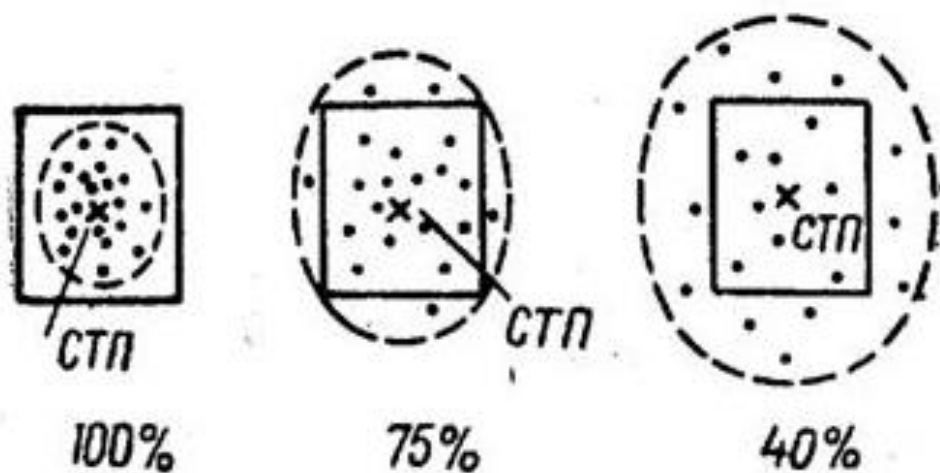

Рис.13. Зависимость вероятности попадания от площади рассеивания.
- от размеров площади рассеивания (рис. 13); при одних и тех же размерах цели вероятность попадания тем больше, чем меньше площадь рассеивания; если рассеивание не выходит из пределов цели, то вероятность попадания будет равна 100%;